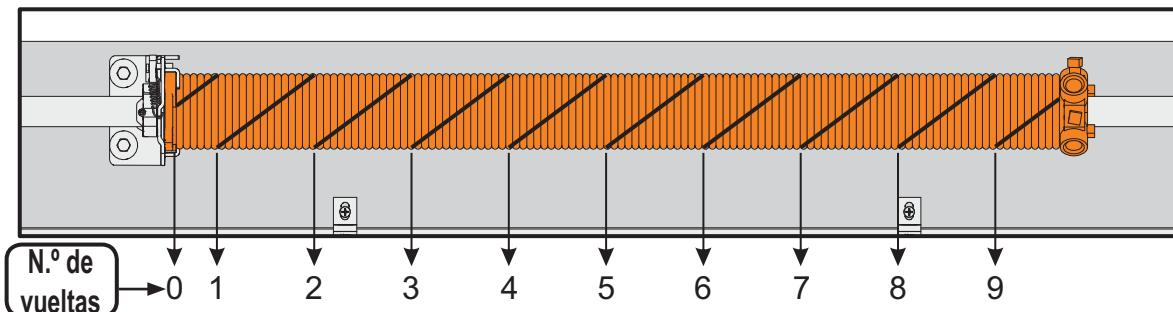

Figura 6c Muelle con el número de vueltas necesarias
- El número de vueltas se puede contar en la línea del muelle, el número de vueltas se cuenta en las líneas diagonales que están en los muelles, como se muestra en la figura 6c.